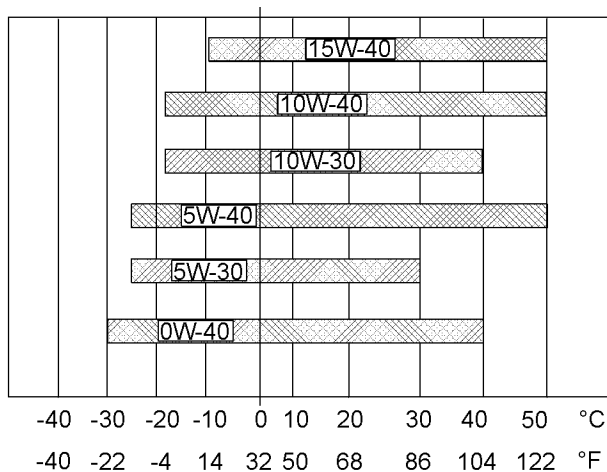

图 33
请参阅图 33 (最低温度) 以确定发动机冷起动时所需要的机油粘度。
请参阅图 33 (最高温度) 以选择发动机在预期的最高环境温度下运行时所需要的机油粘度。
- 参见相应的“润滑剂粘度”。为找到适合您的发动机的机油粘度等级，请参阅图33。